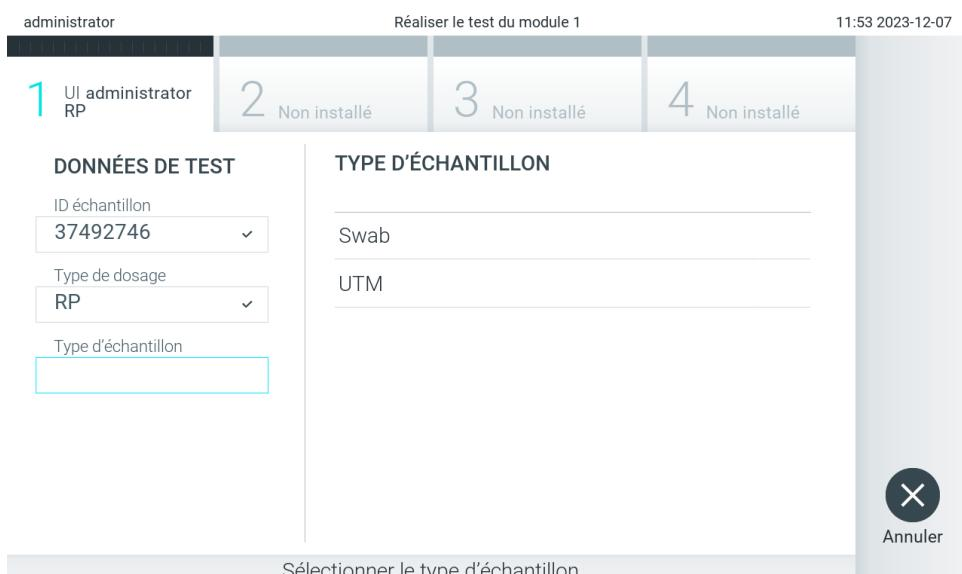

Figure 88. Sélection du type d'échantillon.
- Le champ Assay Type (Type de dosage) est automatiquement renseigné et, si nécessaire, un Sample Type (Type d'échantillon) doit être sélectionné manuellement dans la liste (figure 88).